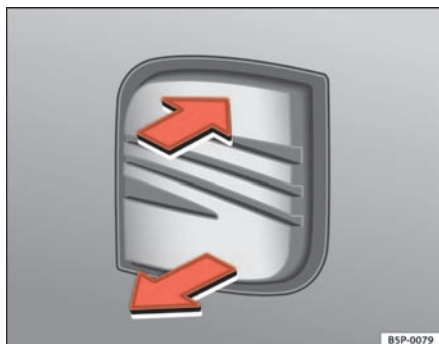

Abb. 66 Heckklappe:
- Ziehen Sie am Griff und heben Sie die Heckklappe an ⇒ Abb. 66. Die Heckklappe öffnet sich selbstständig.